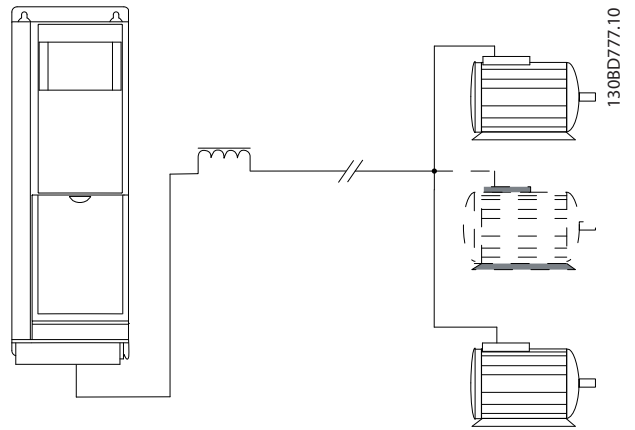
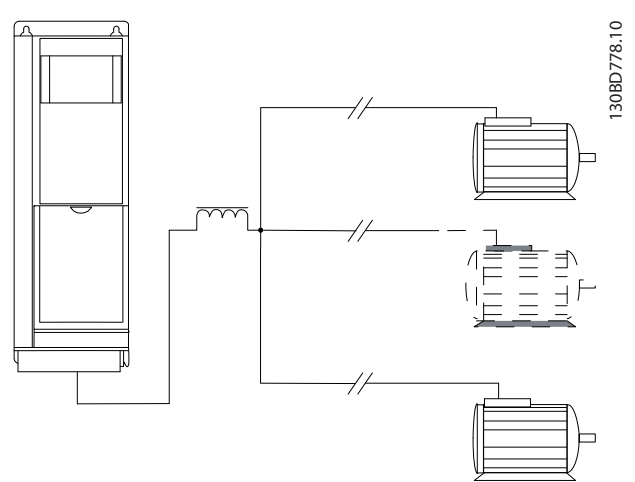

Abbildung 3.14 Parallele Kabel mit Last
Abbildung 3.15 LC-Filter für lange parallele Kabel
- Die in *Tabelle 3.4* angegebene gesamte Motorkabellänge gilt nur, so lange die parallelen Kabel kurz gehalten werden (jeweils kürzer als 10 m). Siehe *Abbildung 3.14* und *Abbildung 3.15*.
- Berücksichtigen Sie den Spannungsabfall an den Motorleitungen, siehe *Abbildung 3.15*.
- Verwenden Sie bei langen parallelen Kabel ein LC-Filter, siehe *Abbildung 3.15*.